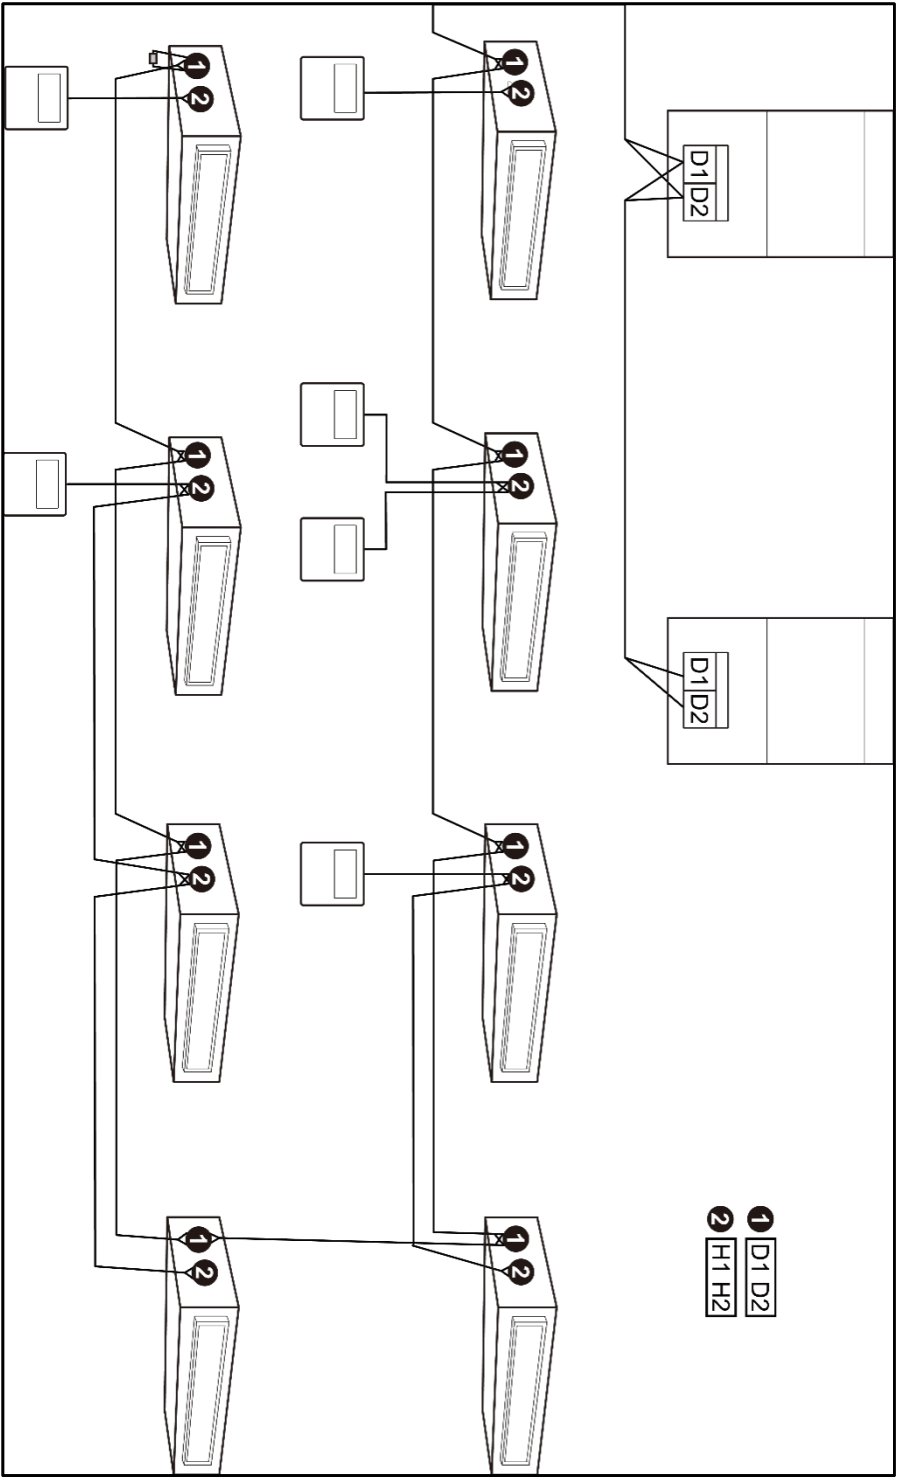

Abb. 5.5
- 4 Ein kabelgebundener Regler kann maximal 16 Innengeräte gleichzeitig steuern. (Wie Abb. 5.5 dargestellt).